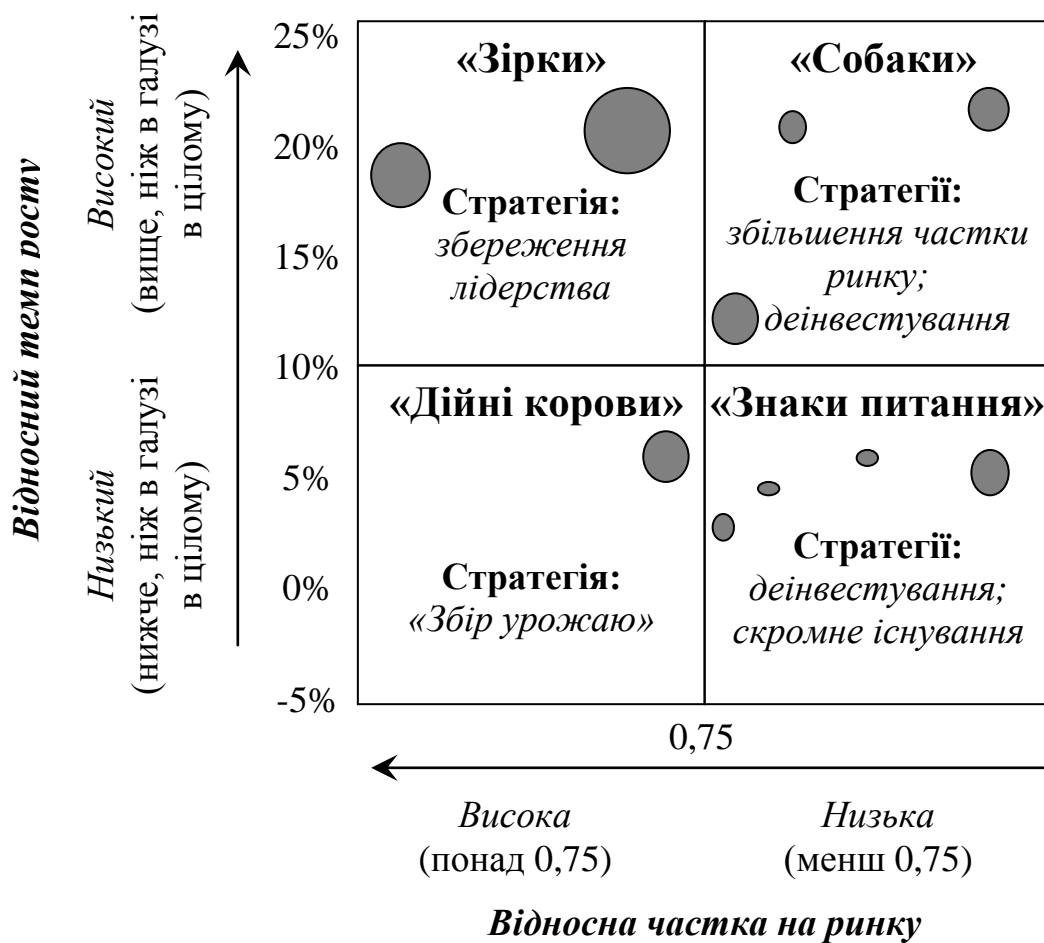

Рисунок 8.1 - Матриця БКГ «темп росту ринку - частка ринку»
2. Результати розрахунків занести в матрицю Бостонської консалтингової групи. Матриця типу БКГ наведена на рис. 8.1.